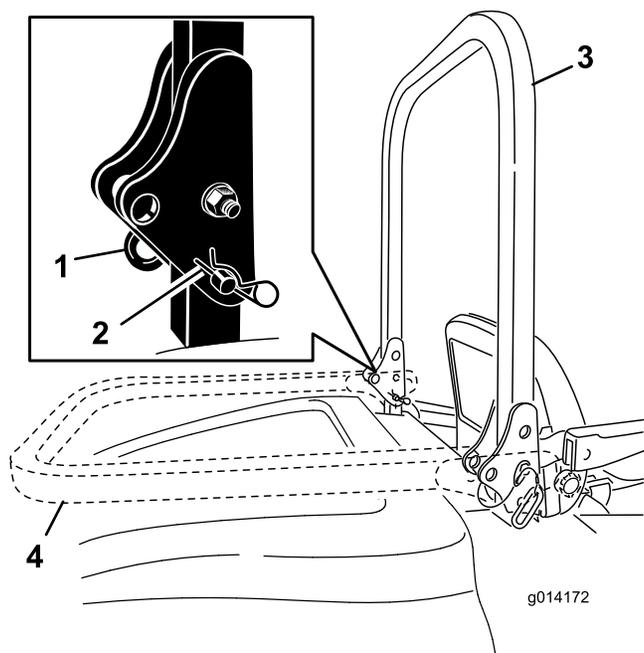

Figure 14
1. Pour abaisser l'arceau de sécurité, retirez les goupilles fendues, poussez l'arceau de sécurité contre les ressorts et retirez les 2 goupilles (Figure 14).
- Faites pivoter l'arceau de sécurité à la position abaissée (Figure 14).
- Posez les 2 axes et fixez-les avec les goupilles fendues (Figure 14).
- Pour relever l'arceau de sécurité, retirez les goupilles fendues puis les 2 axes (Figure 14).
- Relevez complètement l'arceau de sécurité puis insérez les 2 axes et fixez-les avec les goupilles fendues (Figure 14).